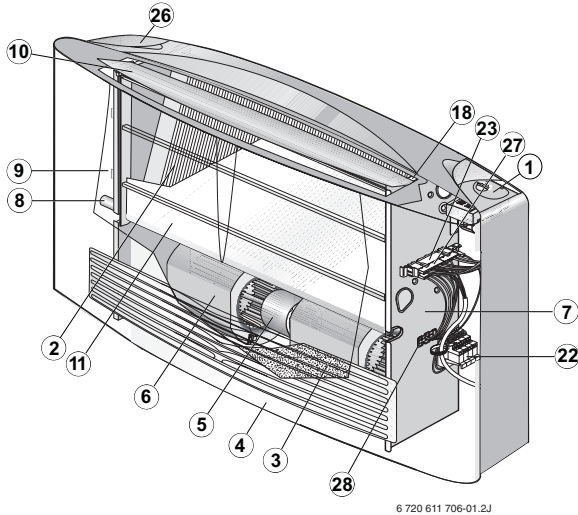

Bild 2 Geräteübersicht
- Bedienfeld (Bild 2, (1)) zur Inbetriebnahme und Wahl der Lüftergeschwindigkeit (3 Stufen)
- Wärmetauscher (2) bestehend aus Kupferrohren mit Aluminiumlamellen
- Anschlussrohre R1/2" mit Innengewinde (9) zum Anschluss an den Kälte­trägerkreis
- elektrostatischer Luftfilter (3) filtert die Luft mechanisch und elektrostatisch durch Staubanziehung, dadurch besonders hohe Filterleistung
- korrosionsbeständiges Gehäuse (4)
- elastisch aufgehängte Lüftungseinheit bestehend aus Lüftermotor (5) mit 3 Geschwindigkeitsstufen und Überlastschutz sowie Radiallüftern (6) mit beidseitigem Einlass
- verzinkter, feuerfester, wärmeisolierter Träger (7) mit Bohrungen für die Wandinstallation
- Kondensatablauf (8) zur Ableitung des bei der Kühlung anfallenden Kondenswassers
- oberer Teil mit manuell verstellbarer Lamelle (10); in geschlossener Position der Lamelle löst der Mikroschalter den Belüftungsstop aus, wodurch jeglicher Wärmeaustausch mit der Umgebung unterbrochen wird
- integrierte, leicht zu reinigende Kondensatwanne (11).